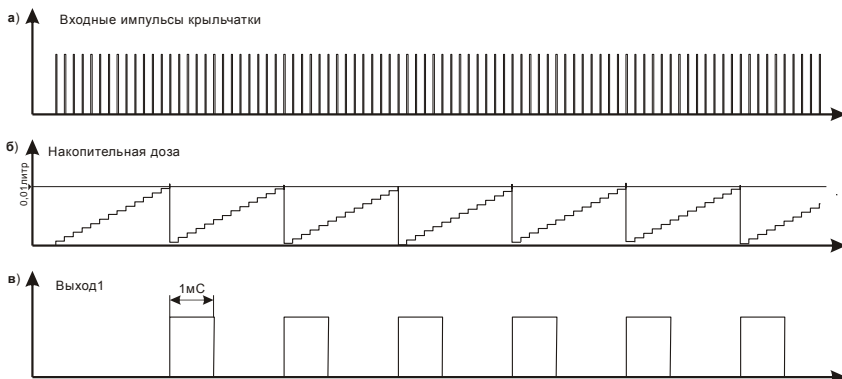

Рис.3
5.8 По мере поступления входных импульсов от крыльчатки (см.Рис.3а) электронная головка увеличивает накопительную дозу до превышения величины 0,01л (или 0,02л) (см.Рис.3б), в этот момент накопительная доза уменьшается на величину 0,01л (или 0,02л), а на Выходе1 формируется импульс длительностью не менее 0,001 сек. (см.Рис.3в)